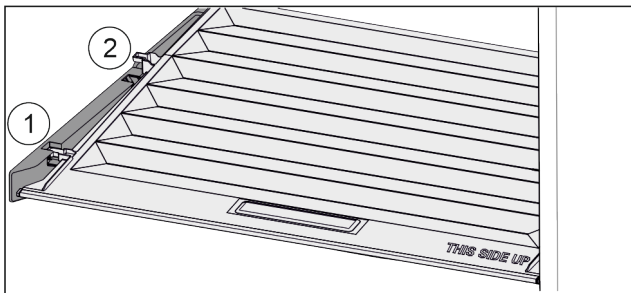

Fig. 108
- ▶ Кришку до отвору в деталях для підтримки потягнути вперед Fig. 108 (1).
- ▶ Підняти ззаду знизу та вийняти Fig. 108 (2) вгору.